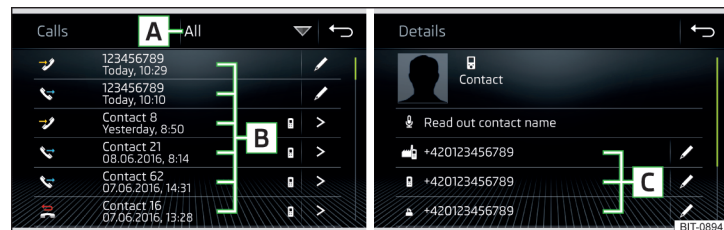

Fig. 205 Lista de apeluri/Detalii contact
- ▶ În meniul principal *Telefon*, acționați suprafața de comandă funcții ☞, se afișează o listă de apeluri » fig. 205.
- > Afișarea detaliilor contactului » fig. 205